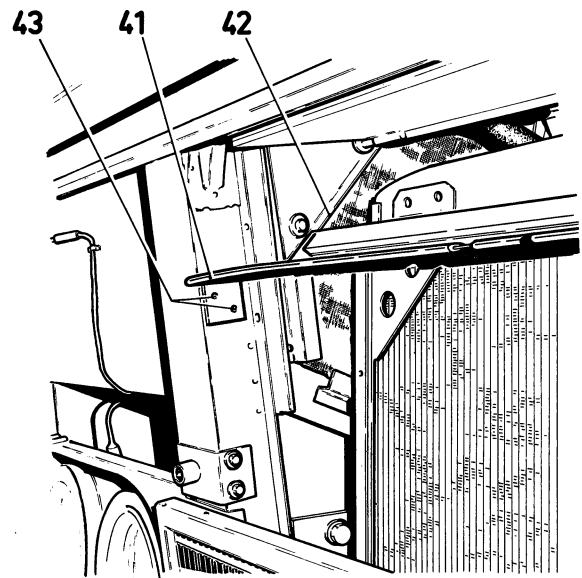
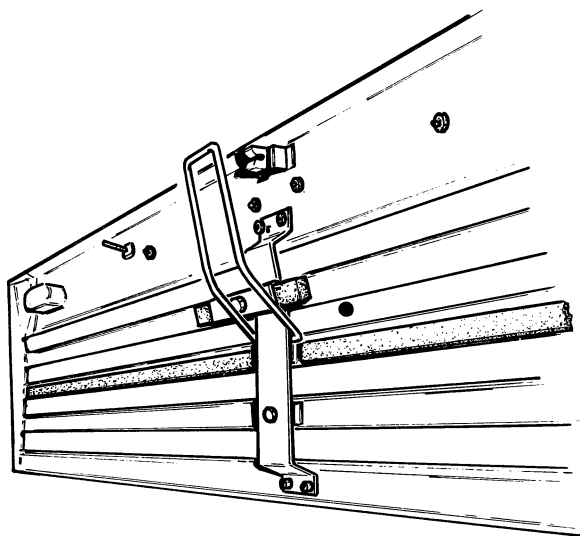

Fig. 30.
Fig. 31.
3. Breng de afschermplaat (41) aan. Let er op dat de onder 42° omgebogen rand zich in het verlengde van de vangranden van de klepschotten (42) van de luchtklep bevindt en dat de voorrand zich in het middelste U-profiel van de grille bevindt (fig. 30 en 31).
1. Boor de bevestigingsgaten (43) in de frontkoker links en rechts (Ø 10 mm) (fig. 30).
3. Plaats de afschermplaat (41) tussen de twee frontkokers en zet de plaat met vier M 6 x 20 bouten vast.
4. Plak de bijgeleverde rubberstrips ter hoogte van de afschermplaat tegen de binnenzijde van het middelste U-profiel van de grille (fig. 31).
3. Poser la cloison (41). Veiller à poser le rebord de 42° dans le prolongement des bords des cloisons latérales (42), et que le rebord frontal se trouve dans le profilé central de la calandre (fig. 30 et 31).
1. Forer des trous (43) de 10 mm dia. dans les poutres avant gauche et droite (fig. 30).
3. Poser la cloison (41) entre les deux poutres frontales, et fixer celle-ci avec quatre boulons M 6 x 20.
4. Coller les bandes en caoutchouc sur la face intérieure du contre le profilé central de la calandre (fig. 31).